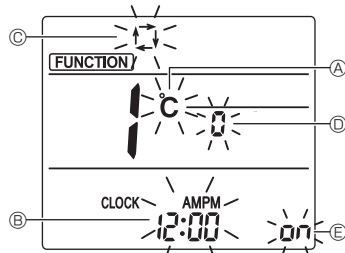

Fig. 6-10
3. Verificare che il n. di funzione "1" sia visualizzato e poi premere il pulsante **SET** 3. Verrà visualizzata la schermata Impostazione dello schermo. (Fig. 6-10)